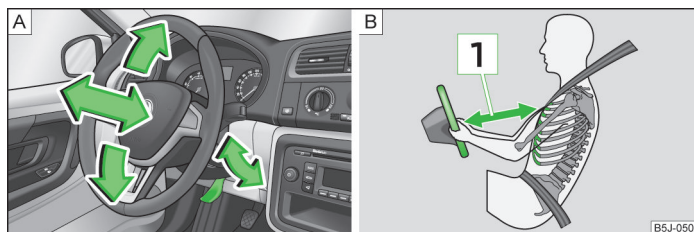

Fig. 85 Volan reglabil: Maneta de sub volan / distanța sigură față de volan
- Reglați volanul în așa fel, încât distanța dintre volan și torace să fie de cel puțin 25 cm [1] » fig. 85 la pagina 96. Dacă nu se respectă această distanță, sistemul airbag nu își poate exercita eficiența maximă – Pericol!
- Rabatați în jos maneta de sub volan » fig. 85 - [A].